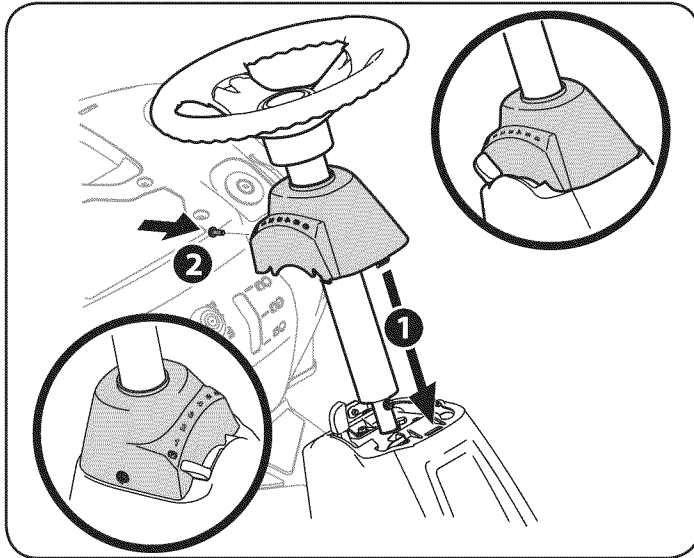

Figura 3
6. Deslice la tapa del Pedestal sobre el tractor (1) y sujétela en su lugar. Sujete el pedestal con el tornillo de cabeza hexagonal (2) del paquete de elementos de ferretería. Vea la Figura 3.